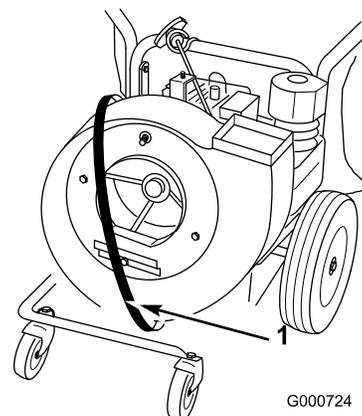

Figure 35
- Faites passer la courroie neuve autour du carter de souffleur (Figure 35).